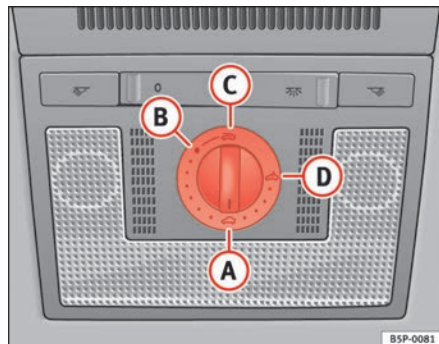

Fig. 70 Detalle del revestimiento interior del techo: mando giratorio del techo corredizo / deflector
- Gire el mando a la posición **A** ⇒ fig. 70 ⇒ .